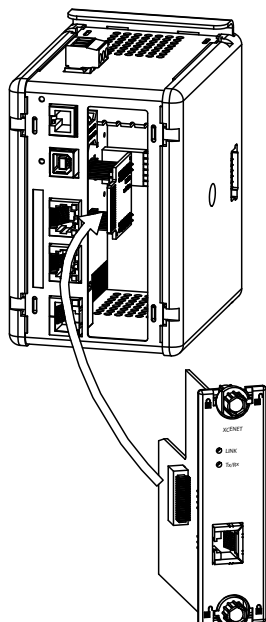

Abbildung 2.
3. Überprüfen Sie, dass die Optionskartenknöpfe sich in der "entsperrten" Position befinden, wie in Abbildung 2 angezeigt.
Der Link und die Tx/Rx LEDs, die in Abbildung 2 gezeigt werden, zeigen den Status der Ethernetschnittstelle an. Siehe folgende Tabelle.